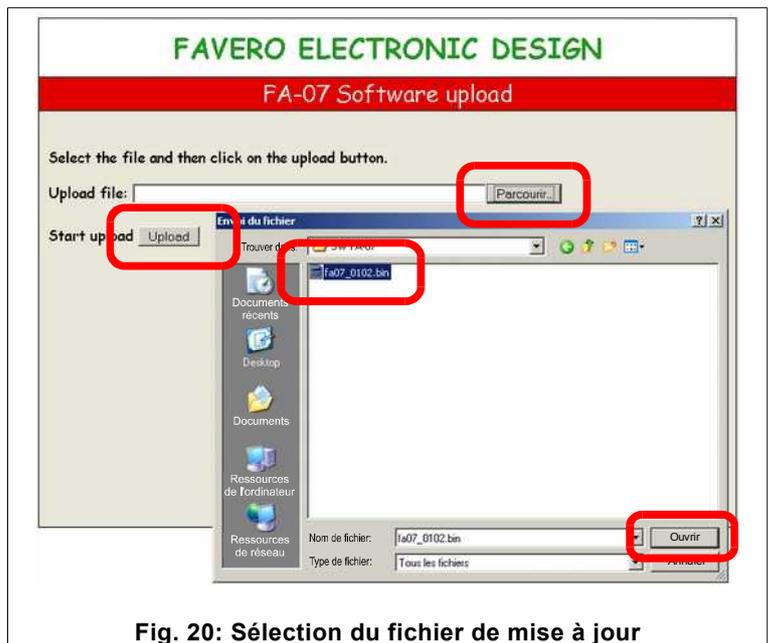

Fig. 20: Sélection du fichier de mise à jour
6. Sur la page qui sera affichée sur le PC (voir la Fig. 20), cliquez avec la souris sur "**Parcourir...**" pour feuilleter les dossiers du PC et sélectionnez le fichier de mise à jour précédemment sauvegardé (type "**FA-07\_0100\_0201.bin**"). Ensuite, cliquez sur "**Ouvrir**" pour valider votre choix.